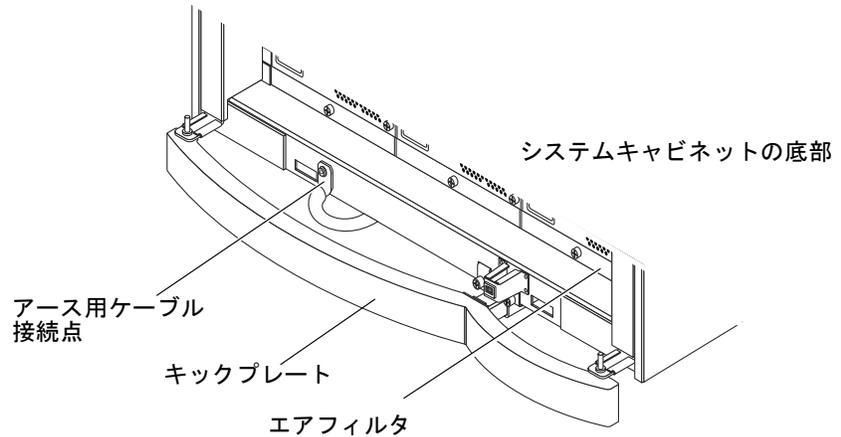

図 2-3 システムキャビネットのアース用ケーブル接続点
3. 図 2-3 に示すように、システムのフレーム底部にあるキックプレートの後ろにアース用ケーブルを接続します。